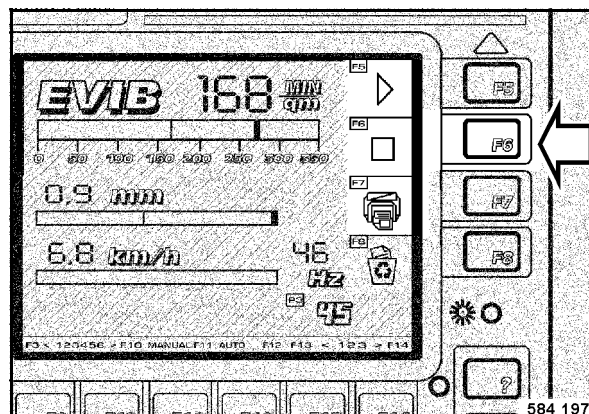

Fig. 80
- En una trayectoria hay que conducir hacia delante y atrás hasta se apaga el campo de control en la izquierda de F5 (Fig. 80) después de pulsar la tecla de stop F6 y se enciende el campo de control F6 que se encuentra debajo.